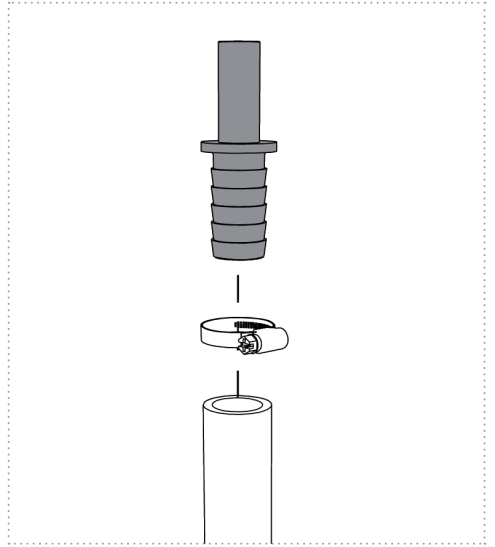

Abbildung: 8
2. Schieben Sie den Schlauch, kommend von der Pumpe, auf die im Lieferumfang enthaltene, passende „Einsteck-Schlauchtülle“ und befestigen diese mit einer Schlauchschelle (*Abbildung 8 und 9a*).
3. Schieben Sie den Schlauch, abgehend von der UV-Einheit, auf die im Lieferumfang enthaltene, passende „Einsteck-Schlauchtülle“ und befestigen diese mit einer Schlauchschelle (*Abbildung 8 und 9a*).